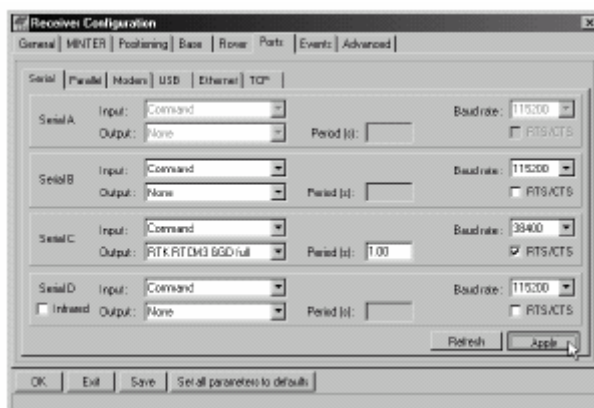

Figura 3-9. Configuración del equipo base. Puertos
10. Haga clic en la pestaña *Puertos* y configure los parámetros de los puertos que se indican a continuación (Figura 3-9).